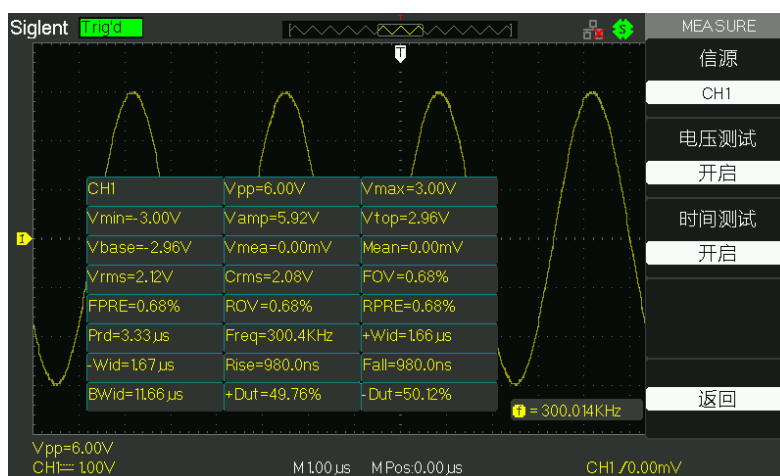

图 2-50 全部测量
1. 按【Save/Recall】按钮，并选择类型为【设置存储】。如图 2-50 所示。